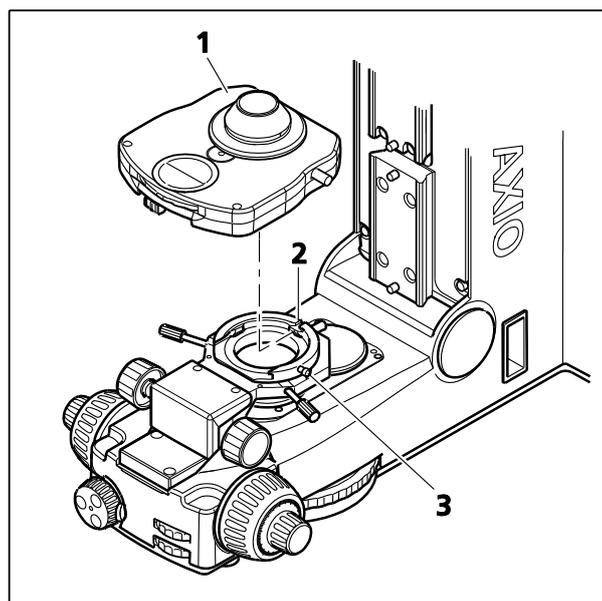

图 3-13 安放聚光镜
- 将聚光镜（图 3-13/1）放在聚光镜托架上。为此，让聚光镜底部的螺栓朝向插槽（图 3-13/2）。
- 将聚光镜滑入聚光镜托架，直至到达其止动位置，再用夹紧螺钉（图 3-13/3）固定。